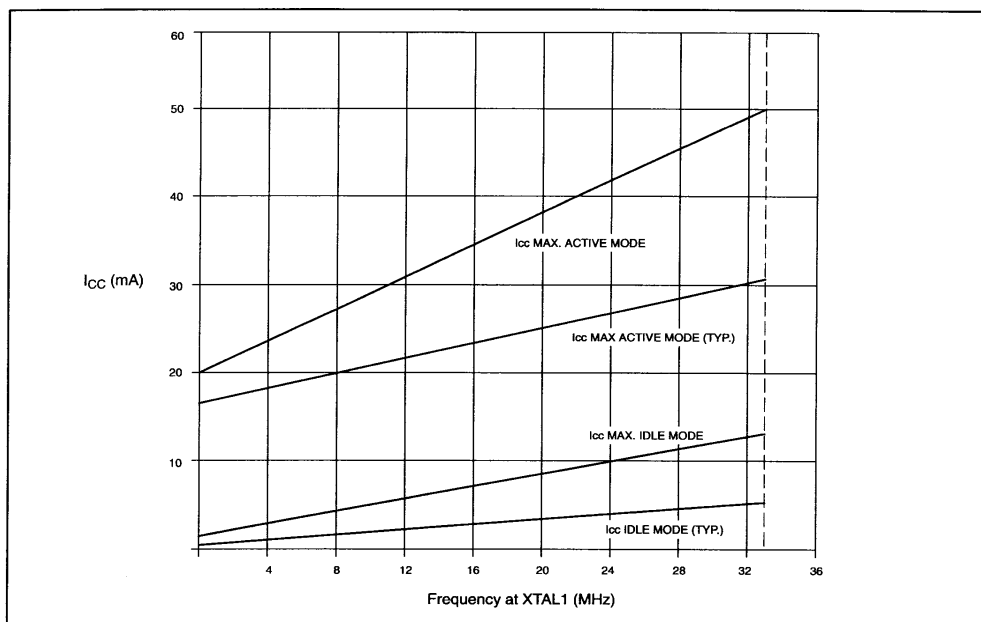
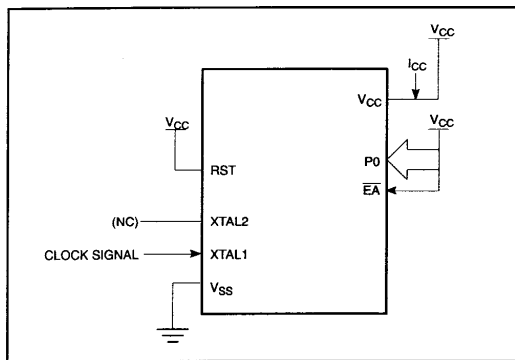

图 21 I_{CC} 与频率的关系 (频率范围内测得的有效数据)
图 22 I_{cc} 测试条件(激活模式;未连接其他管脚)
- 5) 图 22 到 25 所示为 I_{CC} 的测试条件,图 21 为 I_{CC} 和频率的关系。